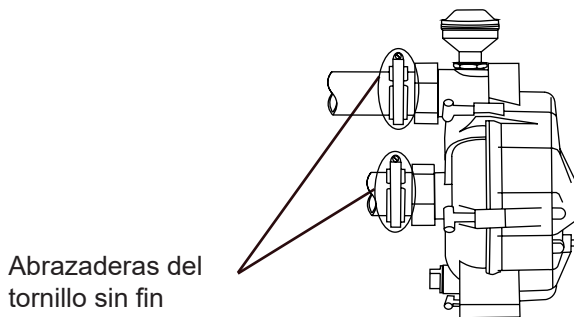

Fig. 17
3. Con un destornillador o una llave de tuercas, afloje las abrazaderas del tornillo sin fin (Fig. 17). Retírelas con cuidado de las bridas y deslícelas hacia la derecha.